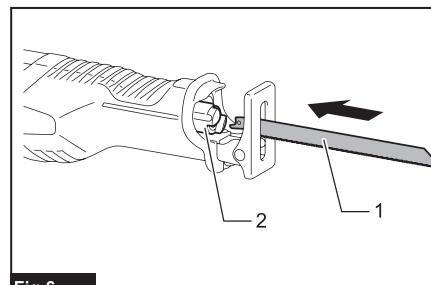

Fig.6
► Fig.6: 1. Lama per seghetto diritto 2. Bussola del fermo lama